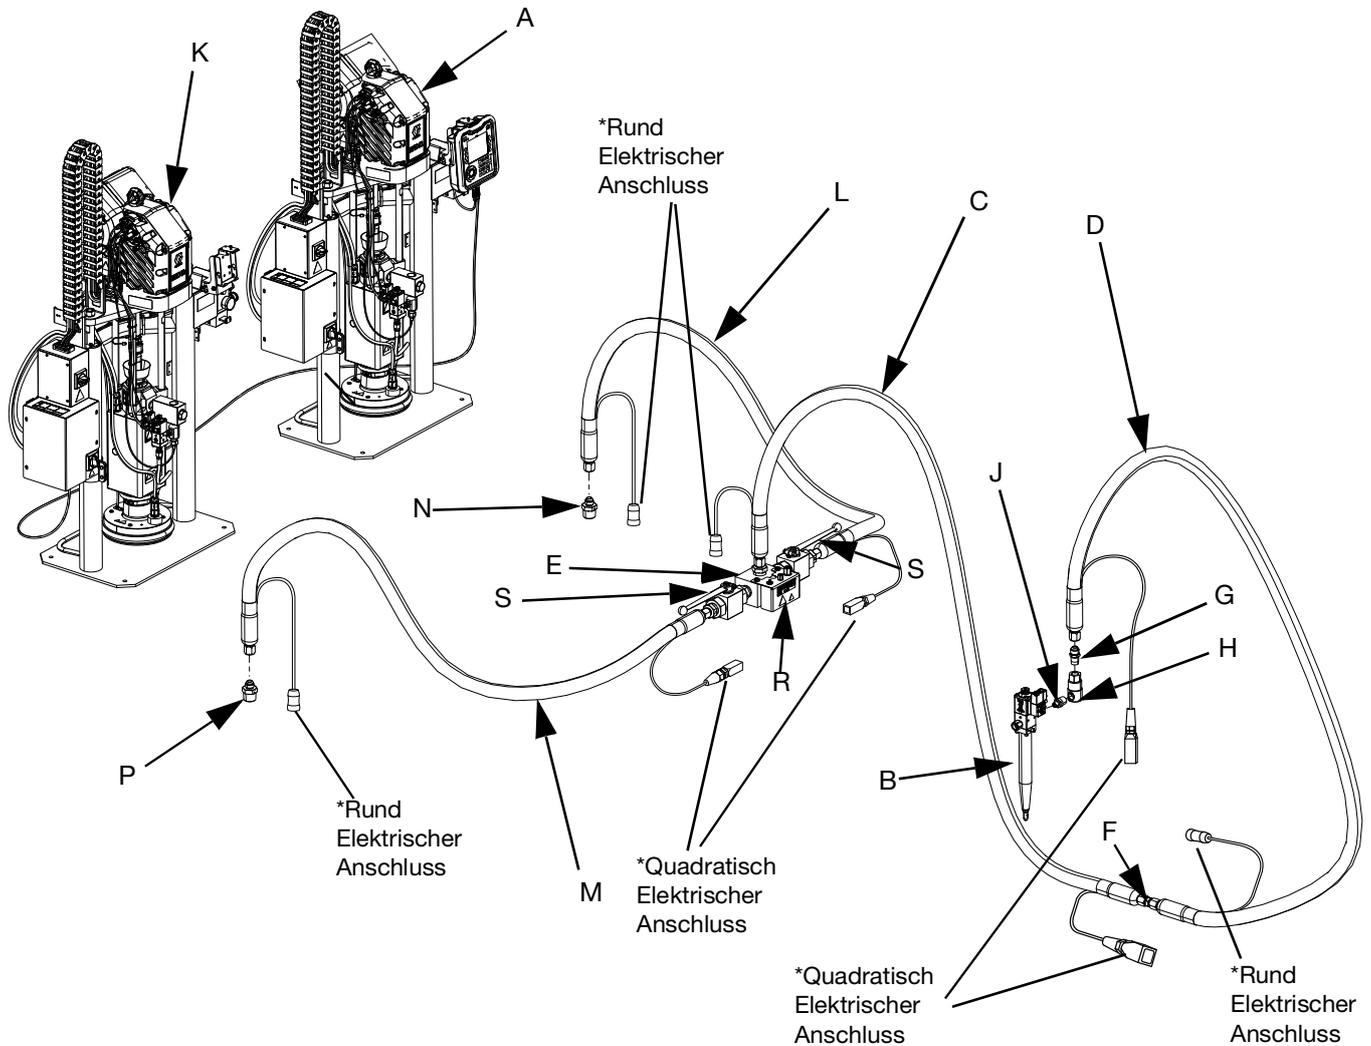

ABB. 2: Tandem E-Flo iQ Dosiersystem
HINWEIS: ABB. 2 zeigt eine typische E-Flo iQ Dosiersysteminstallation mit Tandem iQ Ram-Zufuhrgerät, Schläuchen, Steckern und einem iQ Dosierventil. Einige Installationen erfordern je nach Systemanforderungen möglicherweise keinen Zufuhrschlauch 2 (D) zum iQ-Dosierventil (B).